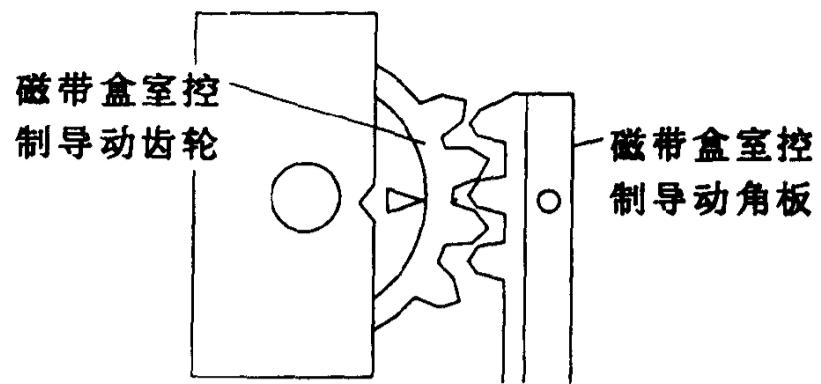

图4-2
1. 安装盒室机构前，先用 22Ω 电阻短接主印刷电路板左侧的TP5001（或跨接销241）和TP5002（或跨接销242）之间。然后，插入电源引线插头，盒室控制机构驱动齿轮开始转动。机芯底盘窗口处正好出现标记时转动停止。按图4-2所示，通过盒室控制机构驱动齿轮的转角对底盘窗口处出现的标记位置进行调整。